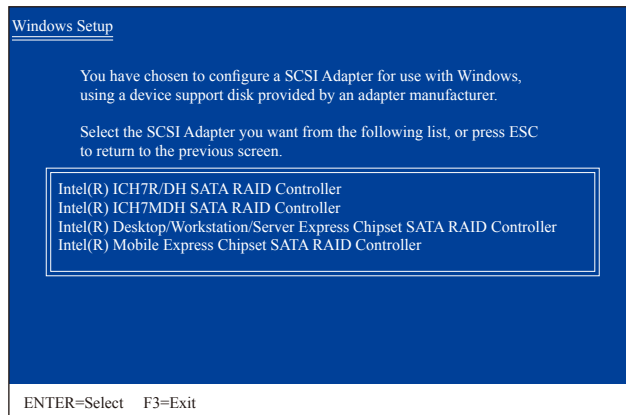

图3
放入存有SATA RAID/AHCI驱动程序的磁片并按下<Enter>键。当如图3的画面出现时，请选择「Intel(R) Desktop/Workstation/Server Express Chipset SATA RAID Controller」再按<Enter>键，系统会从磁片中下载RAID驱动程序。若设为AHCI模式，请使用键盘的上键移到「Intel(R) Desktop/Workstation/Server Express Chipset SATA AHCI Controller」项目再按<Enter>。